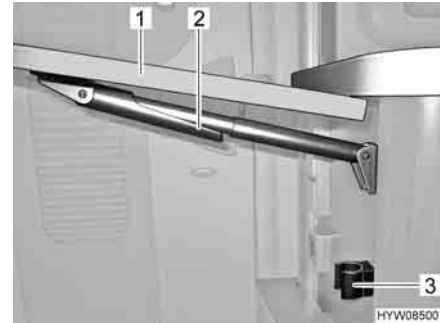

Fig. 91 Chiusura del tavolo ribaltabile su bancone
- Afferrare il tavolo ribaltabile su bancone (Fig. 91,1) sull'esterno e sollevarlo leggermente. Con l'altra mano ruotare e abbassare il dispositivo di fissaggio (Fig. 91,2) sul supporto telescopico.
- Orientare il piano del tavolo verso il basso, finché il supporto telescopico non ingrana nel supporto (Fig. 91,3).